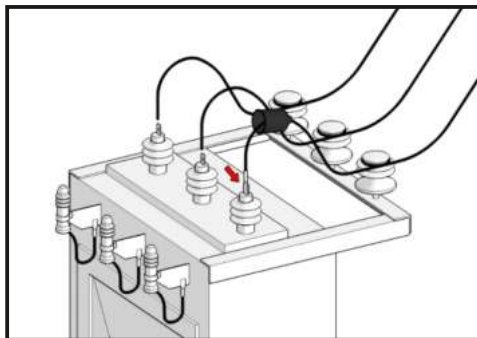

Рис. 56.
11.3.10. Присоединить конец шлейфа к токоведущей части проходного изолятора (Рис. 56).